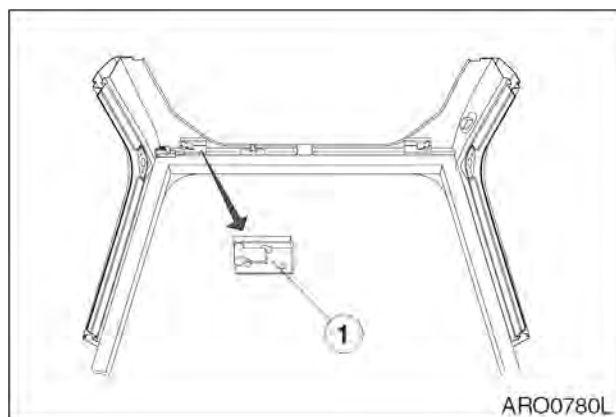

Рис. 93
6. Выдвинуть рычаги (1, рис. 93) по обеим сторонам переднего окна. Это позволит переднему стеклу двигаться.